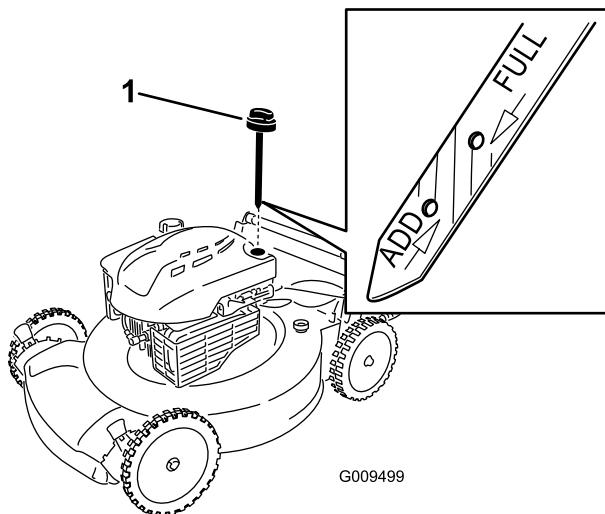

Figure 4
- Retirez la jauge (Figure 4) et versez de l'huile dans le tube de remplissage pour remplir le carter moteur aux 3/4.
- Sortez de nouveau la jauge et vérifiez le niveau d'huile ; voir Figure 4.